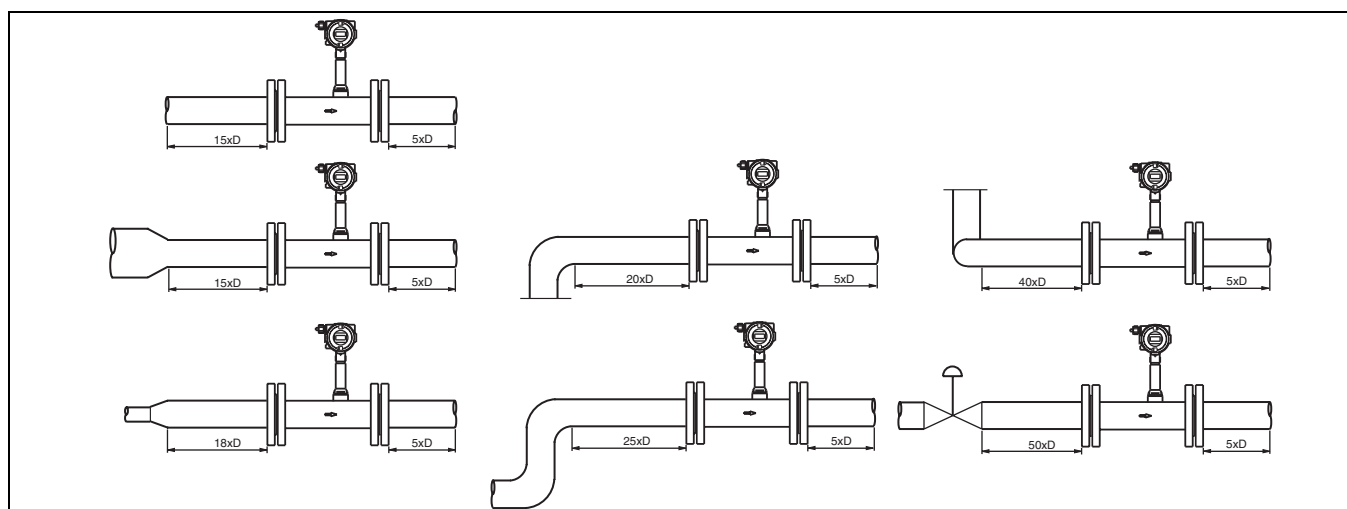

Abb. 10: Empfohlene Ein- und Auslaufstrecke
- die empfohlenen Ein- und Auslaufstrecken beachtet werden (Abb. 10).